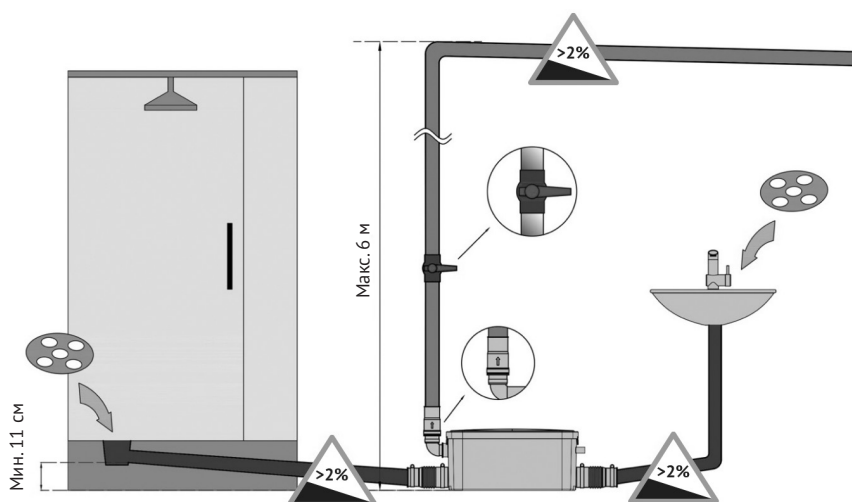

Рисунок 6 – Подключение сантехнических приборов и напорного трубопровода к КНС
Диаметр канализационных труб, использующихся для отвода стоков от сантехнических приборов, должен быть не менее диаметра боковых входов (40 мм). Горизонтальные участки труб должны иметь уклон не менее 2 % в сторону насосной станции (см. рисунок 6).
При присоединении к станции душевой кабины расстояние от сливного отверстия поддона кабины до поверхности, на которой установлена станция, должно быть не менее 11 см (см. рисунок 6).
Рекомендуется выполнять соединения на трубопроводе неразъемными, что повысит надежность системы. Важно также предусмотреть шаровой запорный кран на напорном трубопроводе, чтобы упростить процесс обслуживания и демонтажа КНС (см. рисунок 6).
- горизонтальные участки должны иметь уклон не менее 2 %, т.е. на каждый метр по горизонтали труба поднимается на 2 см по вертикали (см. рисунок 6);